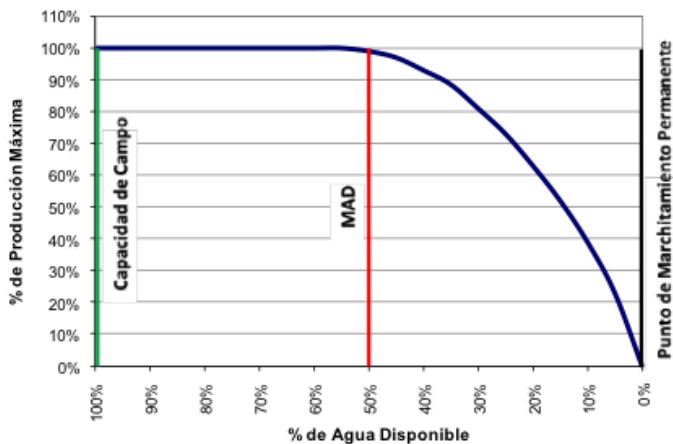

Figura 2. Una curva generalizada que muestra como la producción de la planta (crecimiento) es afectada por el estrés de agua del suelo.
Conforme el contenido de agua del suelo se va reduciendo del punto de capacidad de campo (100% de agua disponible) al punto de marchitamiento permanente (0% de agua disponible), el cultivo generalmente no es afectado sino hasta llegar a un punto donde la producción se reduce (figura 2). Este punto es comúnmente seleccionado como el Déficit de Manejo Permitido (Management Allowable Deficit - MAD por sus siglas en inglés). Este punto y la forma de esta curva son diferentes para diferentes plantas. La reducción de agua del suelo más abajo de este punto resultará en pérdidas significantes de la producción.
Las líneas de riego de alas móviles-rodantes, especialmente las de alas móviles-a-mano, requieren de mucho tiempo y esfuerzo para moverlas entre una aplicación a otra. Por esta razón, los productores prefieren utilizar turnos de riego (sets) más largos porque requiere menos inversión de trabajo. Los turnos de 24 horas son comunes. Esto puede resultar en grandes cantidades de agua (típicamente cerca de 3 pulgadas en un turno de 24 horas de riego) siendo aplicadas con largos intervalos de tiempo entre riegos. Esto esta bien si el suelo es capaz de retener esas grandes cantidades de agua. Sin embargo, no todos los suelos pueden retener esa cantidad de agua en la zona radicular de la planta y el agua se perderá por una filtración más profunda o el cultivo tendrá que entrar en la zona de estrés (figura 2) para poder utilizar esa cantidad de agua.
un suelo areno-limoso es de 1.2 pulgadas/pie (1.2 in/ft), entonces el total de la capacidad de retención de agua es de 1.2 pulgadas/pie x 3 pies = 3.6 pulgadas de agua que pueden ser retenidas en la zona radicular. Sin embargo, no queremos que el agua del suelo se seque completamente porque a menos del 50% del agua disponible ya hay pérdidas significantes en la producción (Figura 2). Así que si seleccionamos un punto de déficit de manejo permitido (MAD) de 50%, entonces 3.6 pulgadas de agua x 50% = 1.8 pulgadas de agua, que sería lo máximo de agua del suelo que podría perderse antes de que se riegue nuevamente para rellenar la zona radicular. Si asumimos esta típica situación ya descrita donde 3 pulgadas de agua se depositan en el suelo en 24 horas, entonces el productor no debería de utilizar turnos de riego de 24 horas ya que la mitad de la cantidad de esa agua se desperdiciaría; en cambio, sería mejor utilizar un turno de 12 horas ya que esto aplicaría la mitad de la cantidad de agua (1.5 pulgadas) lo cual es menor que la cantidad máxima de agua perdida ya calculada (1.8 pulgadas). Sin embargo, si el mismo productor tiene un campo de alfalfa (con una zona radicular de 5 pies) en un suelo franco (2 pulgadas/ pie de capacidad de retención de agua), entonces los turnos de riego de 24 horas trabajarían bien; 5 pies x 2 pulgadas/pie = 10 pulgadas de agua disponible. Estas 10 pulgadas de agua disponibles multiplicadas por 50% de MAD resulta en 5 pulgadas de cantidad máxima de agua perdida. De hecho, en este caso, el productor podría actualmente mover su turno de riego a cada 36 horas.
- C. Porque los aspersores no se sobrepondrán en suelos regados con los turnos de riego previos (no hay sobre-posición entre los turnos 1 y 2 en la figura 2) la profundidad de aplicación actual será menor por la falta de sobre-posición de los turnos de riego previos y/o subsecuentes y esto permite el drenaje del agua del suelo antes de que se aplique el siguiente riego. Esto resulta en el equivalente de riegos más frecuentes con cantidades de agua más pequeñas en esos lugares de sobre-posición. Por esta razón, es menos probable exceder la capacidad de retención de agua del suelo y perder agua y nutrientes debido a la filtración y escurrimiento y el estrés por falta de agua entre riegos. Esto resulta en mayor producción y mejor calidad del cultivo que en las otras dos opciones. Pintar cada tercer hidrante con diferente color le podría ayudar al regador a recordar en cual de ellos debería estar.